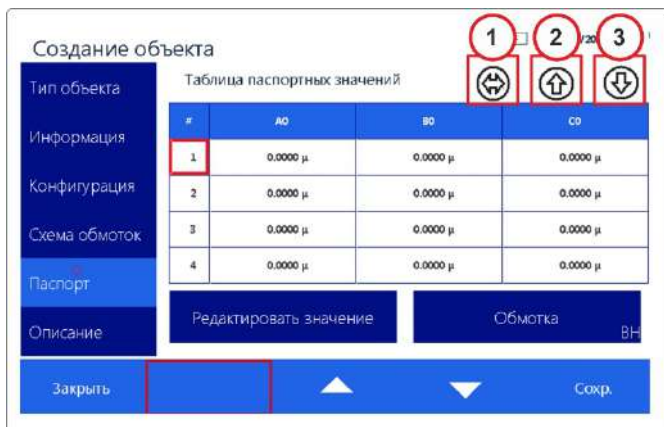

Рисунок 16 – Ввод паспортного значений
1) коснуться кнопки «Паспорт» на рисунке 15, чтобы появилась окно с таблицей паспортных значений (рисунок 16);